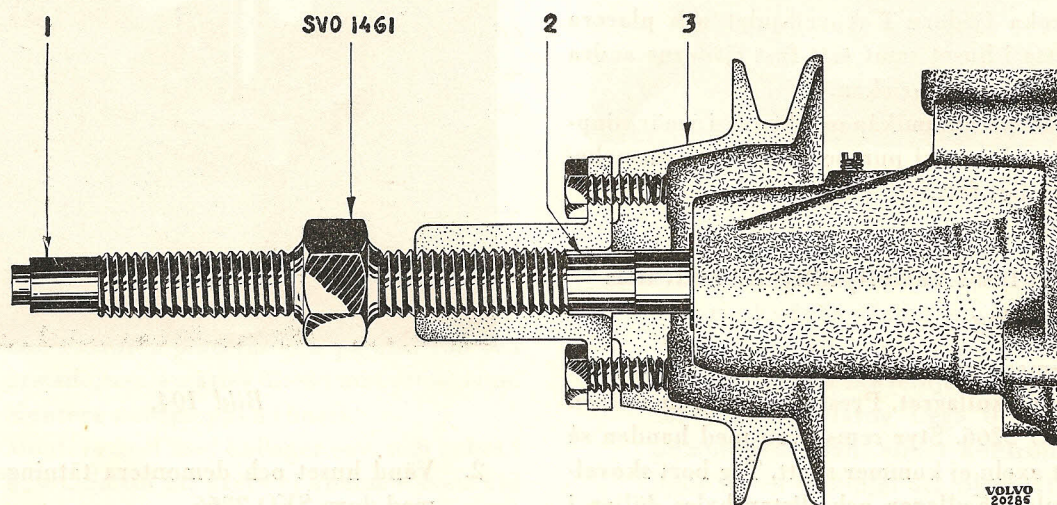

Bild 101. Senare utförande av verktyget har nr SVO 1461 A.
2. Tag bort fästbrickan (10), vilken utgör fäste för fjädern (9) och drag ut denna samt skovelhjulet (7). Koppla av fjädern från skovelhjulet.
3. Drag av remskivan (3) från pumpaxeln. Använd avdragare SVO 1461 A (1461), se bild 101. Använd rätt ända av skruven.
4. Skruva bort låsskruven (5) för bakre kullagret.
5. Pressa pumpaxeln ur huset (6) med tillhjälp av dorn SVO 1309 och underläggsring SVO 4132. Dornen anbringas från skovelsidan. De båda kullagren följer härvid normalt med. (Gör lagren ej detta pressas de ur med dorn SVO 1233 och underläggsring SVO 4132).
7. Skruva bort smörjnippeln (4).